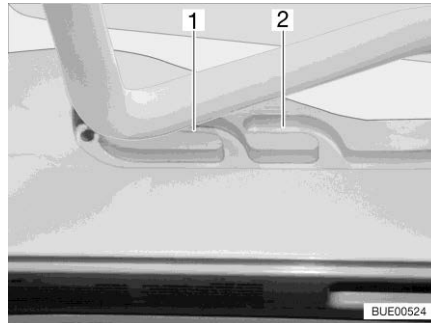
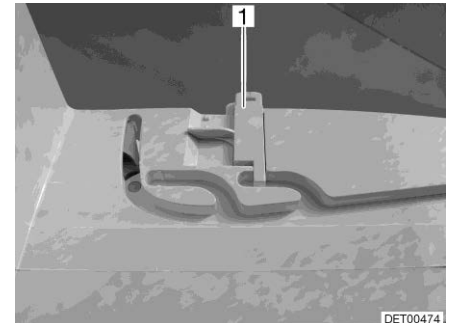

Bild 121 Spår (ventilationsläge)
Bild 122 Lås (ventilationsläge)
Heki-takluckan kan ställas i två ventilationslägen: Läget för dåligt väder (Bild 121,1) och mittläget (Bild 121,2). Beroende på modell kan takluckan låsas i mittläget med de båda spärrarna (Bild 122,1) till höger och vänster om ramen till takluckan.
- Tryck bygeln lätt uppåt och skjut in den i det valda spåret (Bild 121,1 eller 2) och lås eventuellt.